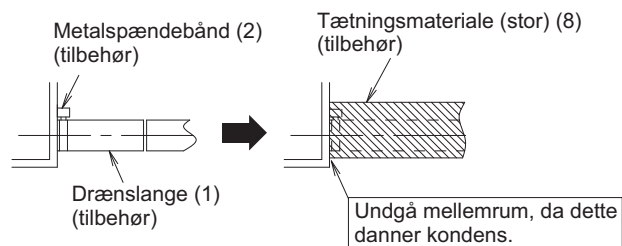
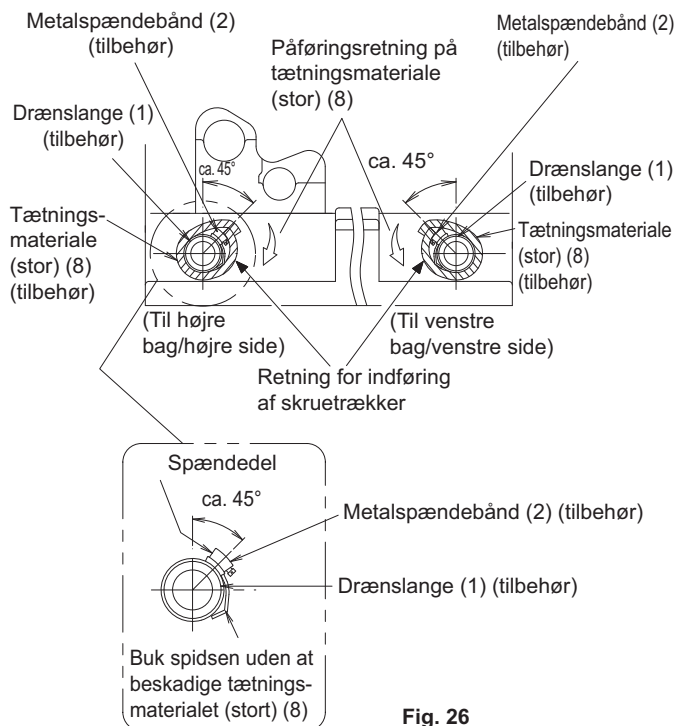

Fig. 25
Fig. 26
(Se **fig. 25** og **fig. 26**)
(Monter metalspændebåndet (2), så spændedelen er i et område på ca. 45° som vist i **fig. 26**.)
- Buk enden af metalspændebåndet (2), således at isoleringspuden ikke buler ud. (Se **fig. 26**)
- Når du isolerer, skal du omvikle tætningsmaterialet (stor) (8) startende fra bunden af metalspændebåndet (2) og drænslangen (1) i pilens retning. (Se **fig. 25** og **fig. 26**)